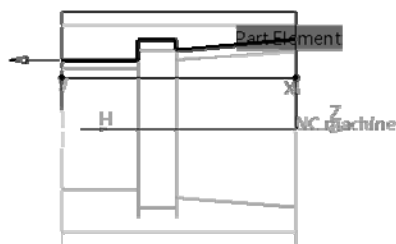

图 6-109 定义零件轮廓（5）
- 定义零件轮廓（5）。单击“Rough Turning.1”对话框中的，切换到几何参数选项卡，单击对话框中零件轮廓感应区，选择如图 6-109 所示的曲线作为零件轮廓，在空白处双击鼠标左键返回。